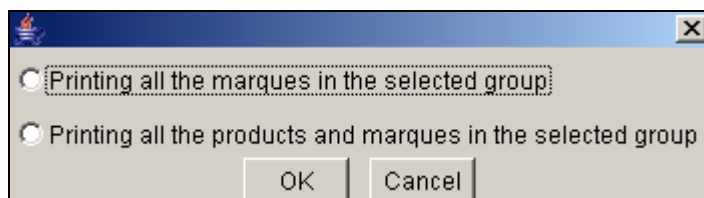

Рис. 11: Опции печати
- Выберите семейство и затем щелкните на кнопке . Появляется диалоговое окно печати (рис. 11).